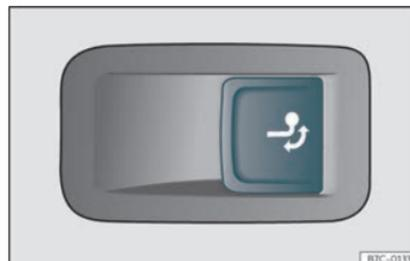

Fig. 195 Du côté droit du coffre à bagages : touche de déverrouillage du crochet d'attelage.
- Tirez la touche»» fig. 195 brièvement. Le crochet d'attelage se déverrouille électriquement et tourne automatiquement vers l'extérieur. Le témoin de la touche clignote.
- Tirez la touche»» fig. 195 brièvement. Le crochet d'attelage se déverrouille électriquement.
- Si le témoin de contrôle de la touche »» fig. 195 → clignote, le crochet d'attelage ne s'est pas encore enclenché correctement ou est endommagé »» ⚠.
- Si le témoin de contrôle »» fig. 195 → reste allumé avec le hayon arrière ouvert, le crochet d'attelage s'est correctement enclenché correctement, qu'il soit sorti ou escamoté.
- N'appuyez jamais sur la touche»» fig. 195 lorsqu'une remorque est accrochée ou qu'un porte-bagages ou d'autres accessoires sont montés sur l'attelage.